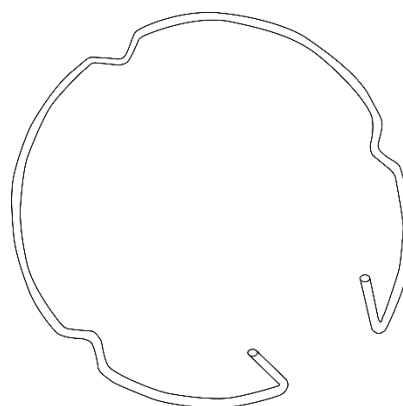

Fig. 06
- 06) Sostituire l'anello di fissaggio (fig. 06).